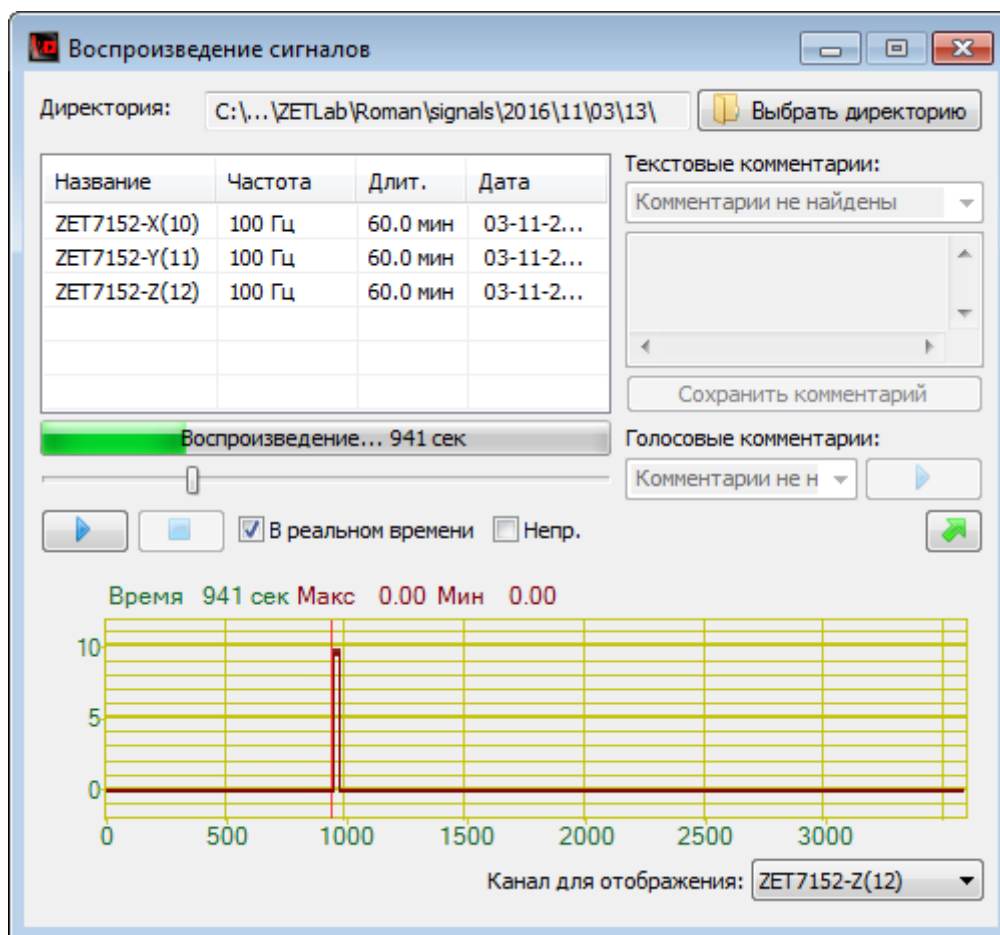

Рис. 3.14 График зависимости уровня сигнала от времени
7. Внизу окна программы «Воспроизведение сигналов» отобразится график зависимости уровня сигнала от времени (Рис. 3.14).